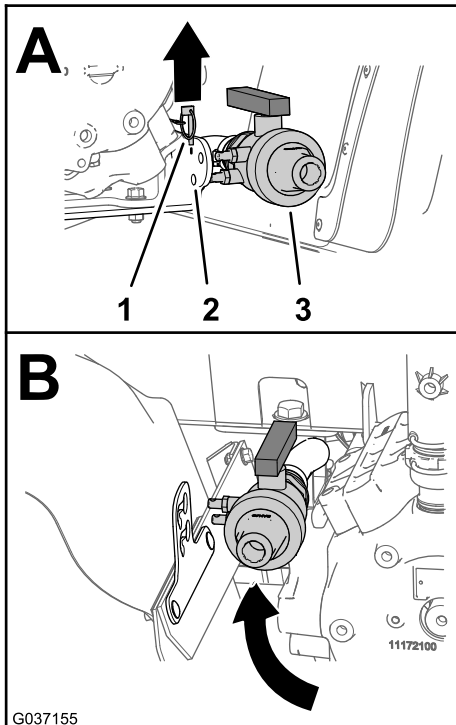

图14
- 卸下将排水阀固定到打药车泵支架上的保险销 图14。
2. 将排水阀移到左后挡泥板与打药车泵之间 图14。